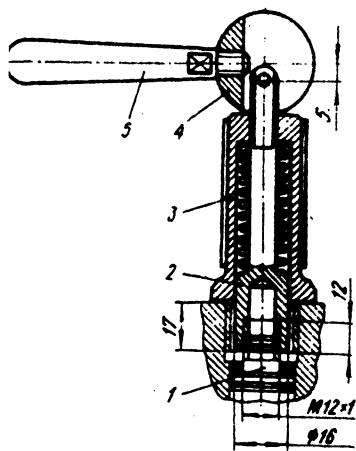

Рис. 90. Съемник седла нагнетательного клапана:
- 3) снять контрящие сухари, вывернуть штуцеры и, пользуясь специальным съемником (рис. 90), извлечь из корпуса насоса седла с нагнетательными клапанами. Для снятия навернуть оправку 2 съемника на резьбу седла 1 нагнетательного клапана до упора втулки 3 в корпус насоса. Поворачивая эксцентрик